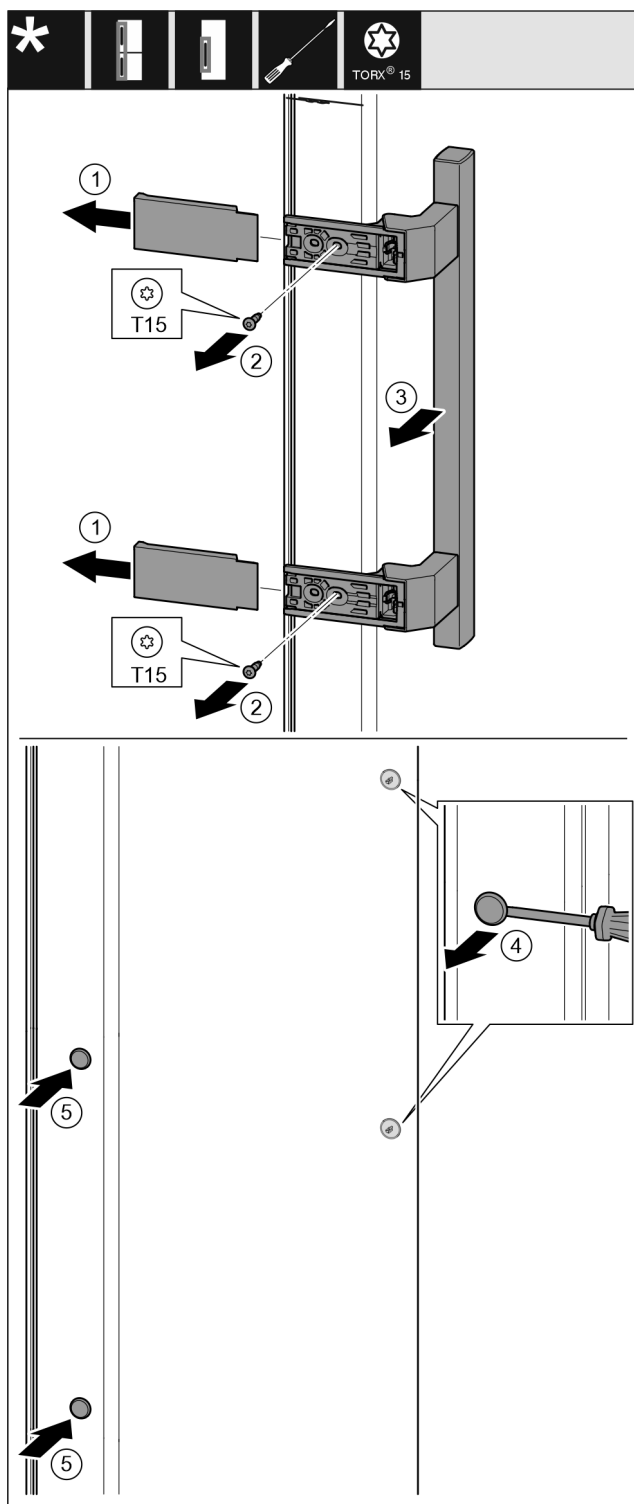

Fig. 19
- 拆下盖板。Fig. 19 (1)
- 用 T15 螺丝刀将螺钉旋出。Fig. 19 (2)
- 取下把手。Fig. 19 (3)
- 用带槽螺丝刀小心地提起侧边的堵头并将其拉出。Fig. 19 (4)
- 将堵头重新放入另一个侧。Fig. 19 (5)